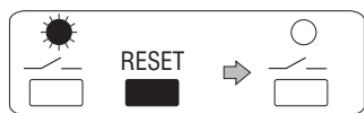

Abb. 5
- Drücken Sie kurz auf die Taste **“Reset”**; nach dem Loslassen der Taste wird die zeitlich begrenzte manuelle Auslösung wieder aufgehoben (Abb. 5).